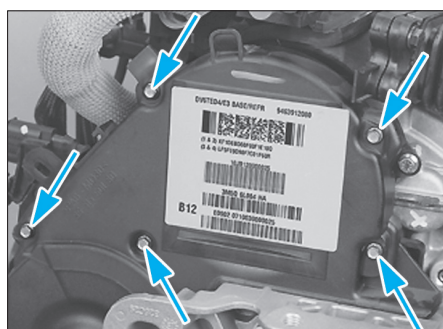

Fig. 7
- Déposer le carter supérieur de distribution (Fig.7).